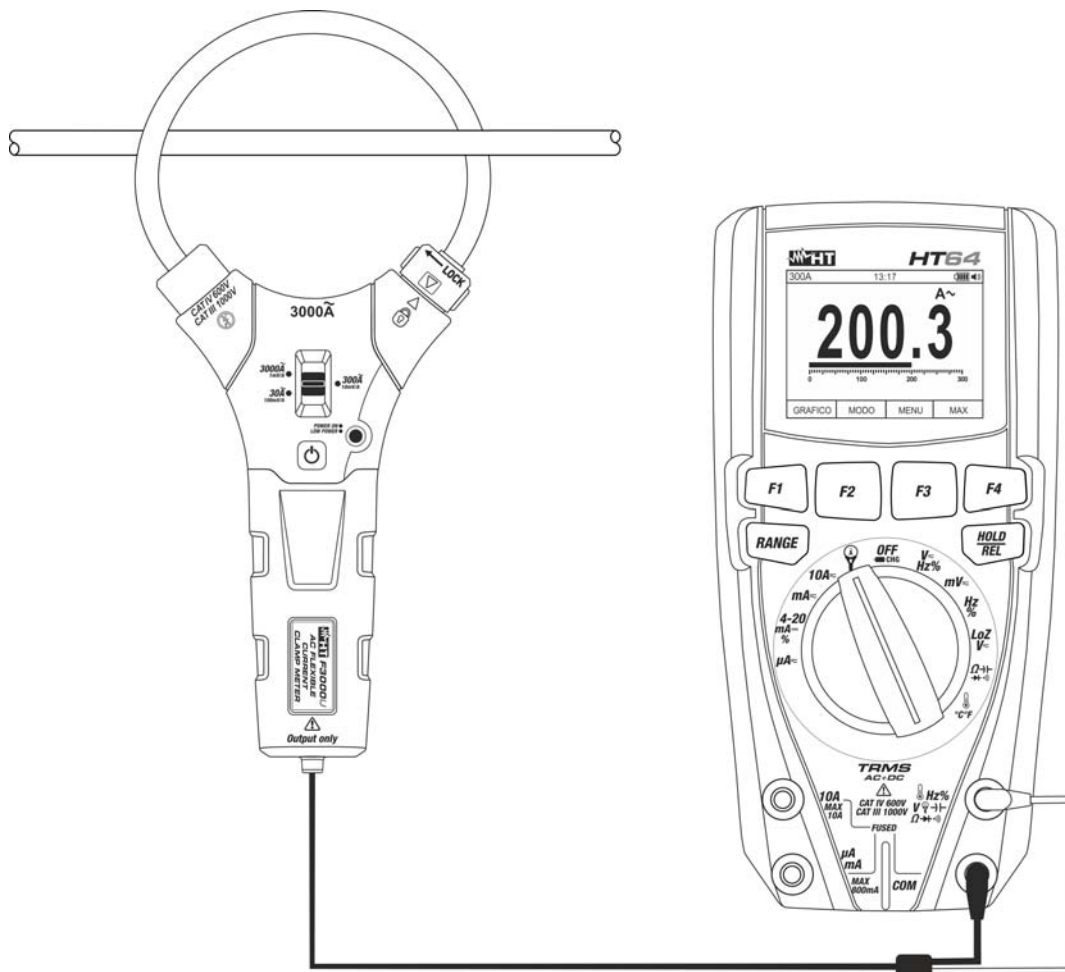

Fig. 4: Uso dello strumento per misura di corrente AC in abbinamento a modello HT64
7. Aprire il toroide ed inserire il cavo di fase al centro del medesimo (vedere Fig. 4). Il valore della corrente **espresso in A** è mostrato a display del multimetro